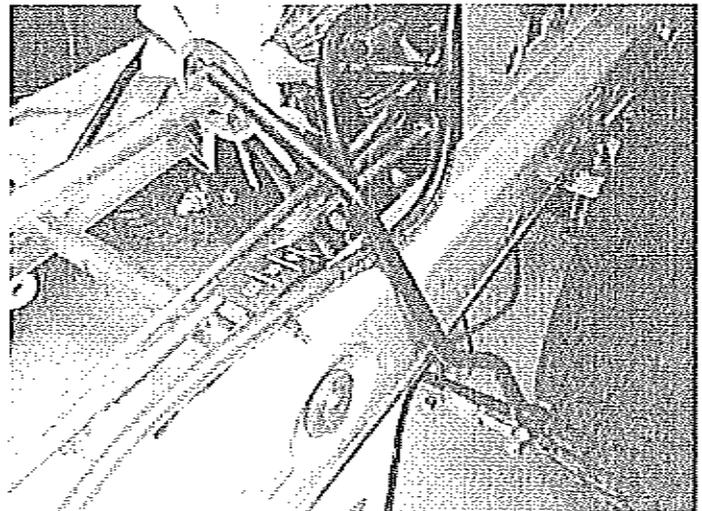

Bild 9
- Betätigen Sie nun den Schalthebel sodaß der Keilriemen gespannt ist (Bild 9)